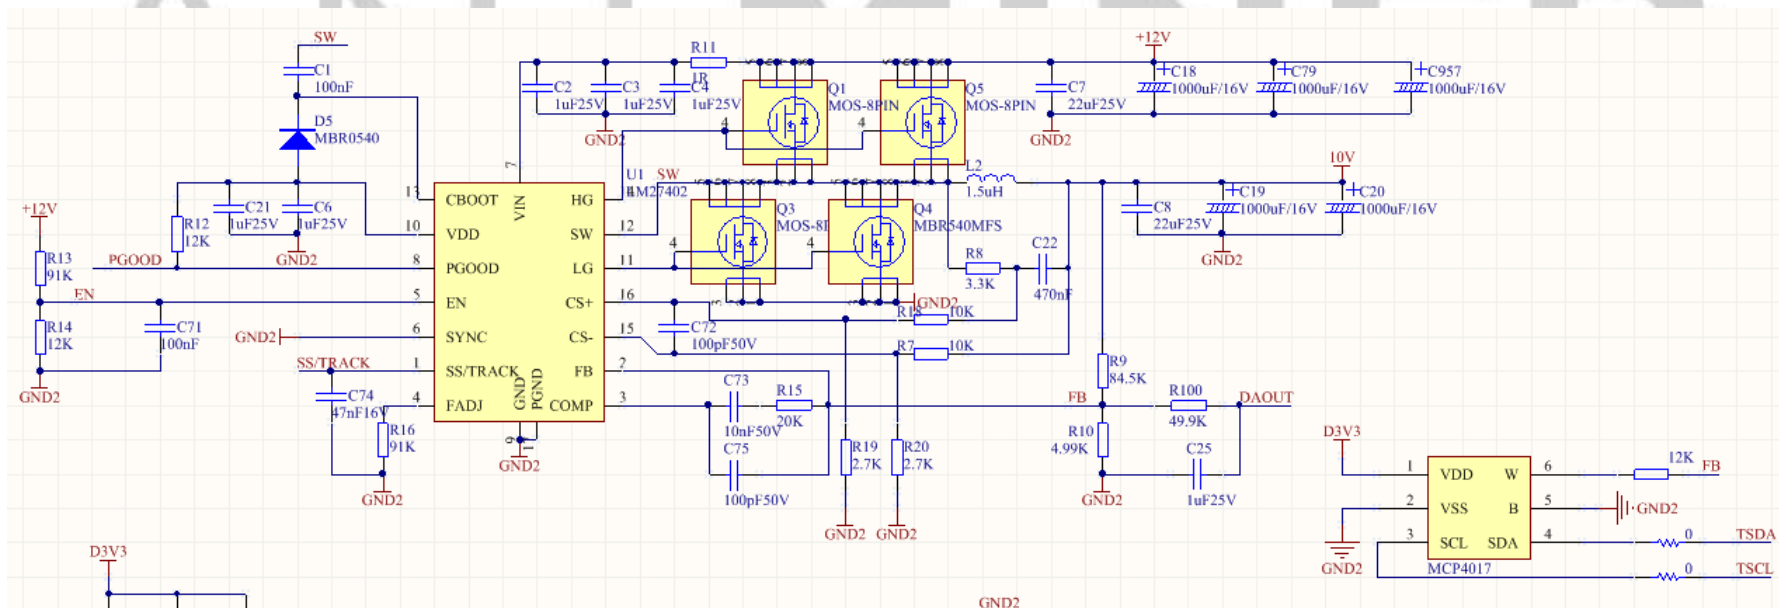
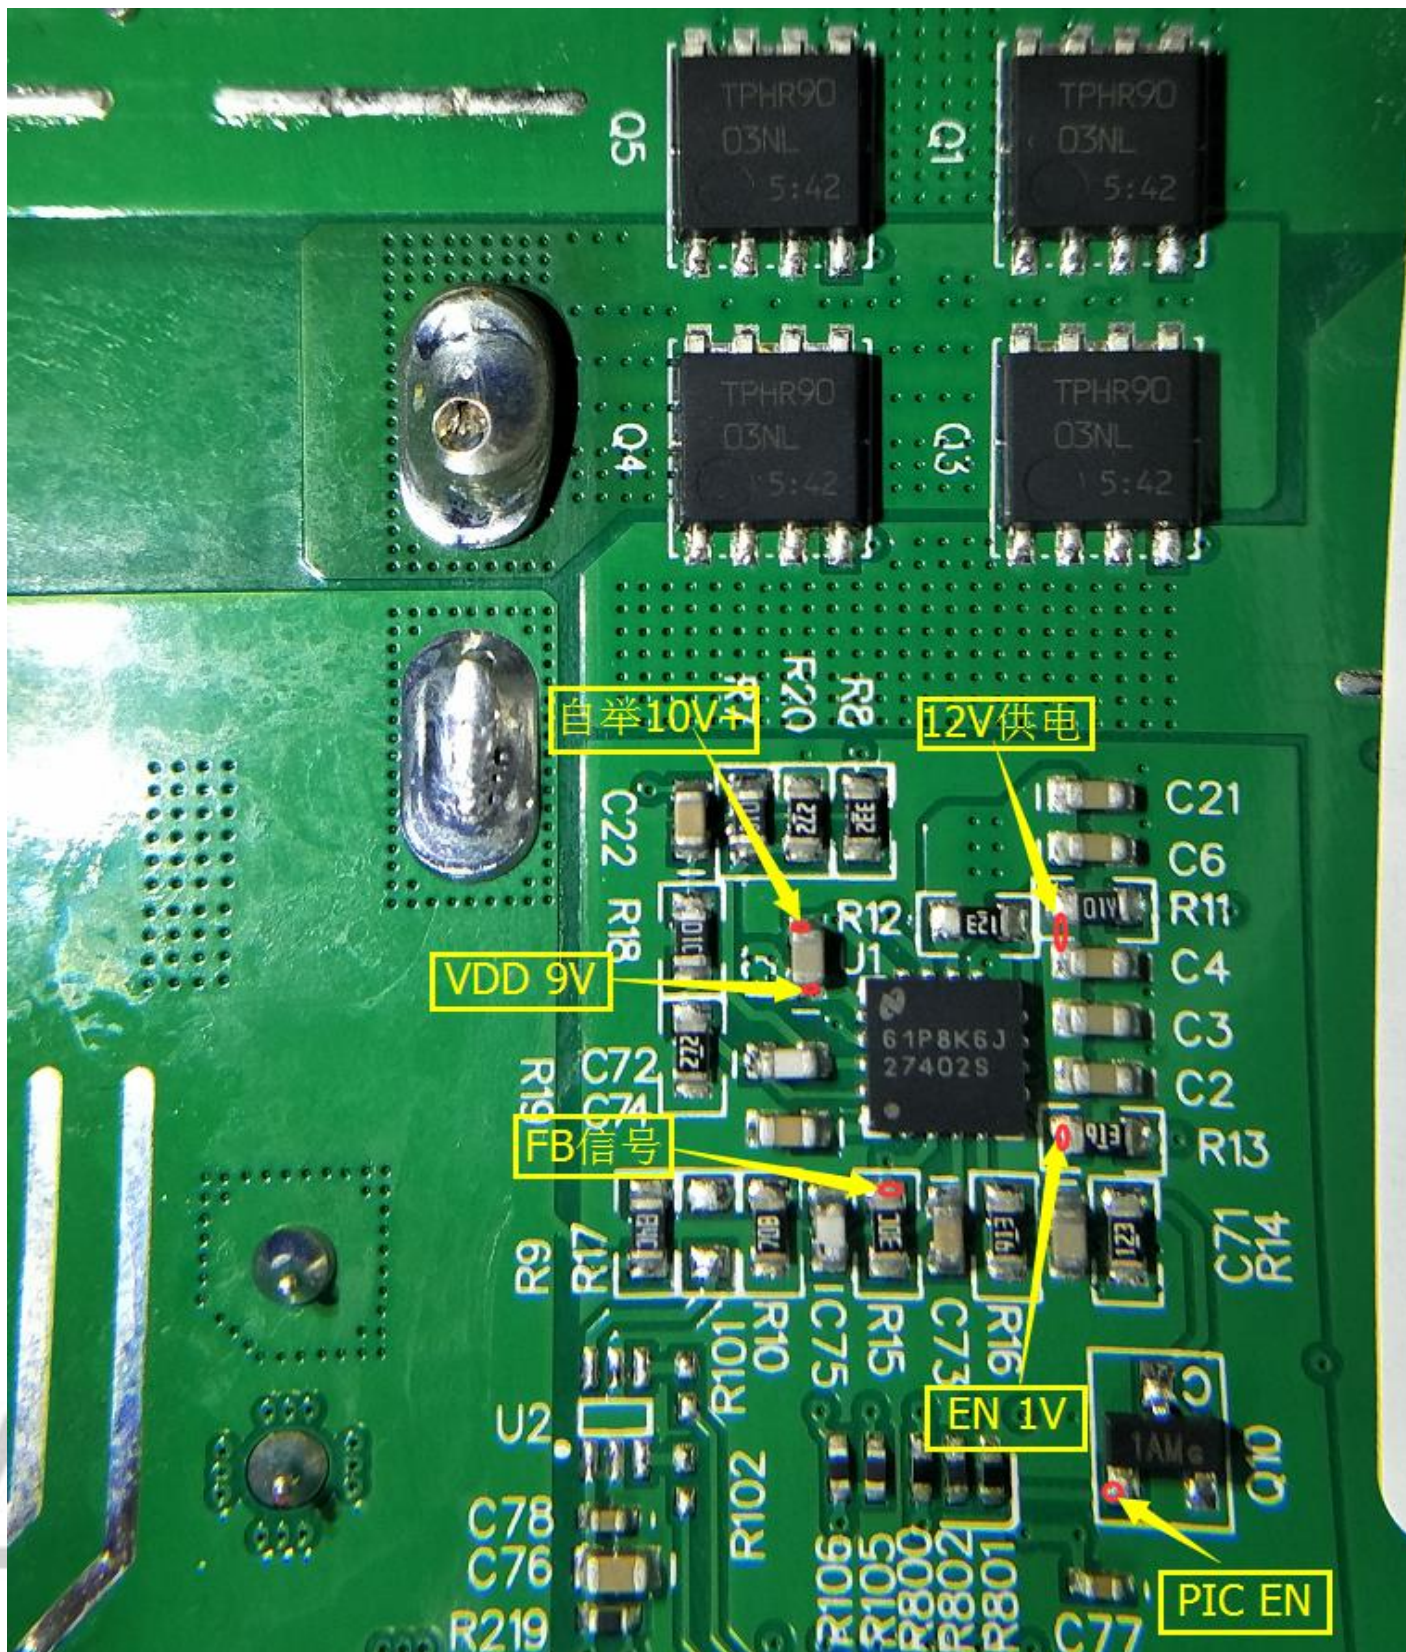

图 15、DC-DC 原理图
图 16、DC-DC 电路
6、DC-DC 电路：由 LM27402SQ 与 CMOS 管 TPHR9003NL 组成。如下图 15、图 16 所示：